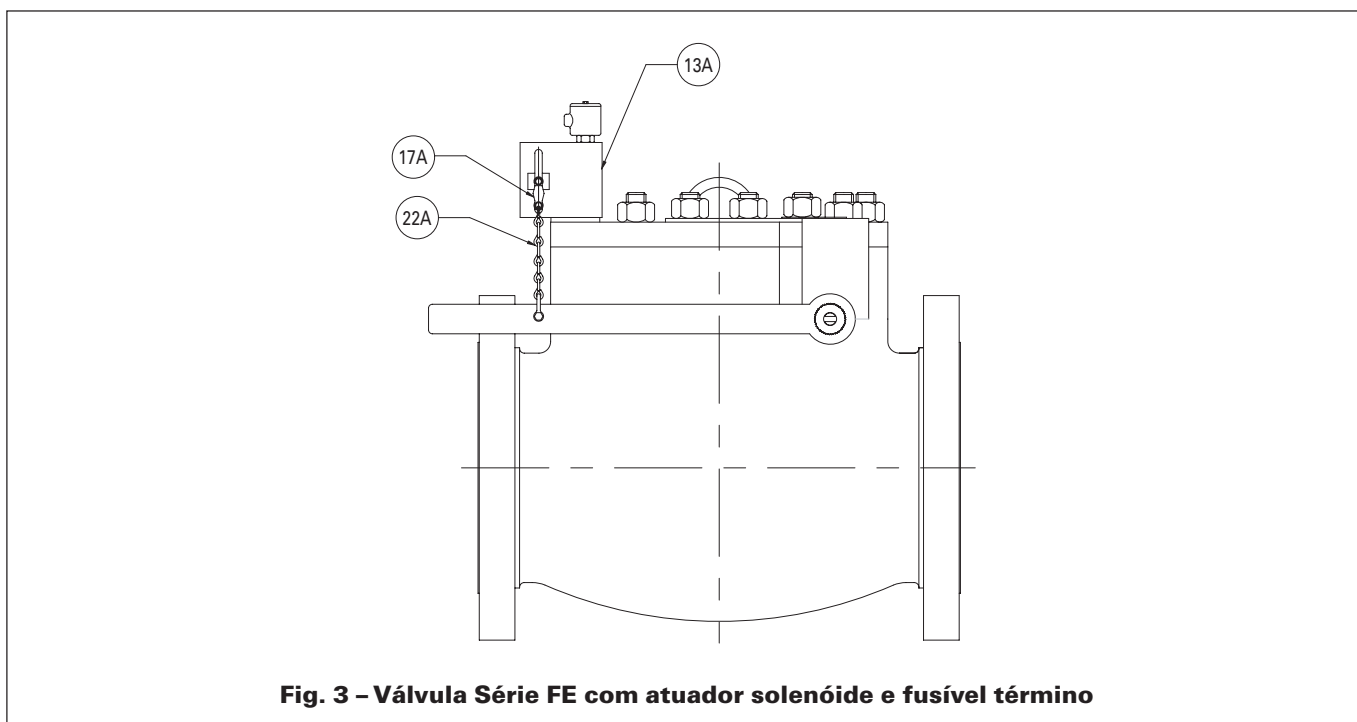

Fig. 3 – Válvula Série FE com atuador solenóide e fusível término
2. Após a equalização da linha, abrir a portinhola através da alavanca externa e conectar a corrente do atuador pneumático movimentando uma alavanca na parte traseira do atuador. No caso de operador de solenóide, a corrente deverá ser conectada num gatilho localizado na lateral do operador conforme indica a fig. 3.